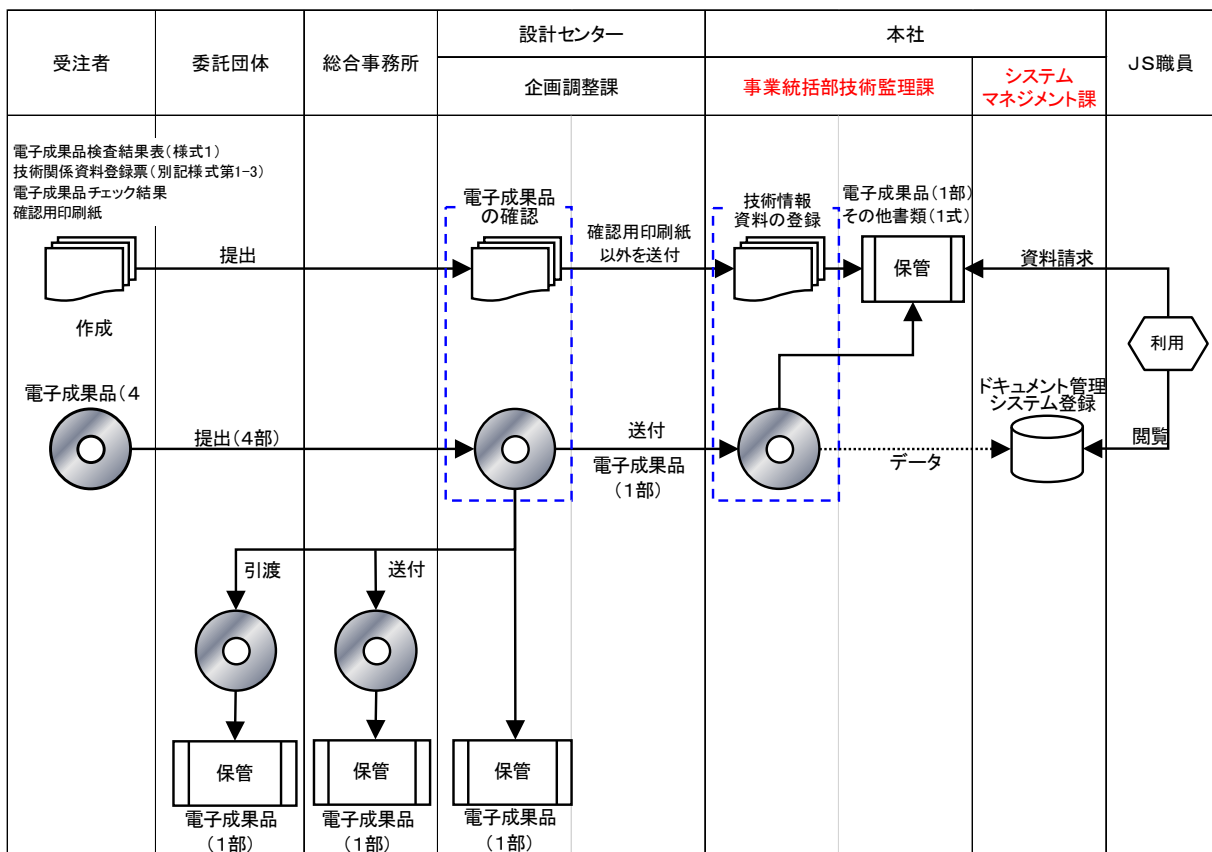

図 8-6 電子成果品の登録・保管の流れ
- JSにおける電子成果品の登録・保管の流れを図8-6に示す。